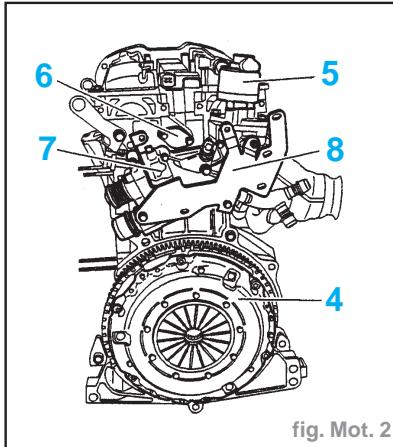

fig. Mot. 2
- le filtre à huile (3)
- le mécanisme d'embrayage (4) (fig. Mot. 2)